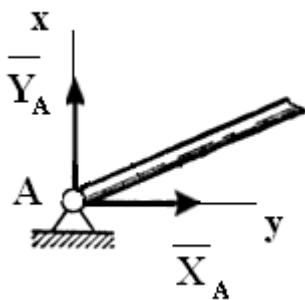

Рис.3
3. Шарнирно-неподвижная опора (рис.3).